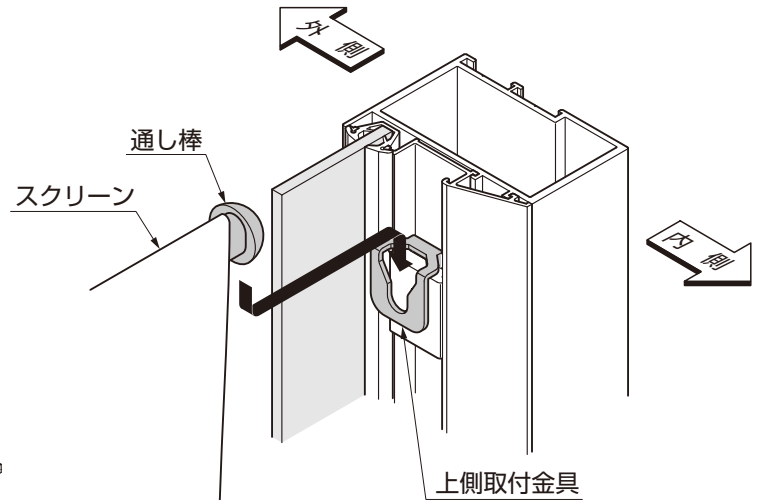

図5-2 A部詳細図
- ① 通り棒を上側取付金具にはめ込んでください。(図5-2参照)